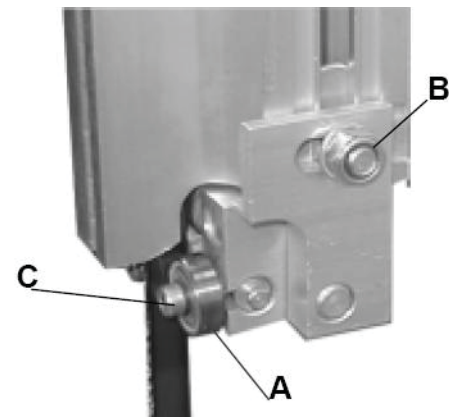
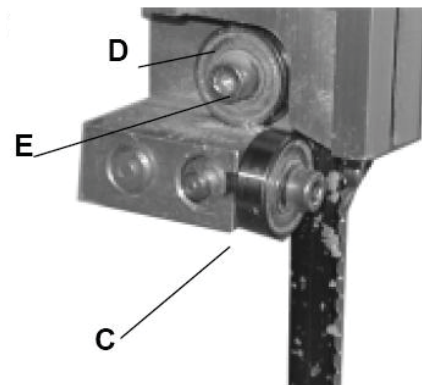

Рис. 20
Рис. 21
- УВстановіть роликові напрямні (A) (Рис. 20) відносно полотна, відкрутивши шестигранну гайку (B) (Рис. 20) та рухаючи підпору напрямної до тих пір, доки роликові напрямні (B) не будуть знаходитися на відстані 2 мм від основи зуба.
- Послабивши гвинт (C) з обох боків полотна, встановіть роликові напрямні (A) на відстані 5 мм від полотна. Не встановлюйте напрямні занадто близько, це може знизити експлуатаційні роботи полотна.
- Відрегулюйте підпорний підшипник (D) (Рис. 21), аби спинка полотна не заважала відкручувати кріпильний болт (E) (Рис. 21).
- Після регулювання зафіксуйте положення кріпильним болтом (E).